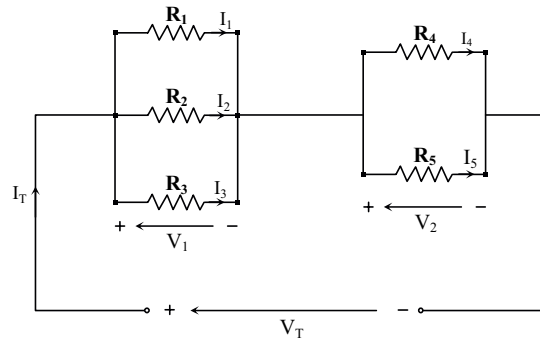

Figura 2.7
Ejercicio 3. Circuito mixto. Resolver **teóricamente** la asociación mixta serie-paralelo de la figura 2.7. Rellenar la tabla con los resultados obtenidos. Tomar los valores de R_1 , R_2 y R_3 dados en el ejercicio 1. Tomar $R_4 = 5,6 \text{ k}\Omega$ y $R_5 = 39 \text{ k}\Omega$.
- 1.1.- Montar sobre la placa de pruebas el circuito en serie formado por las cinco resistencias de los valores indicados de acuerdo con la figura 2.7.
- 1.4.- Medir con el voltímetro los valores de tensión V_1 y V_2 representados en la figura 2.7.